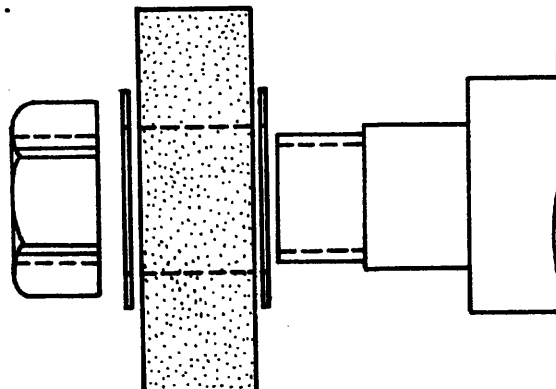

Fig. 3
- ___ b Monte la muela en el mandril porta-muela (fig. 3).